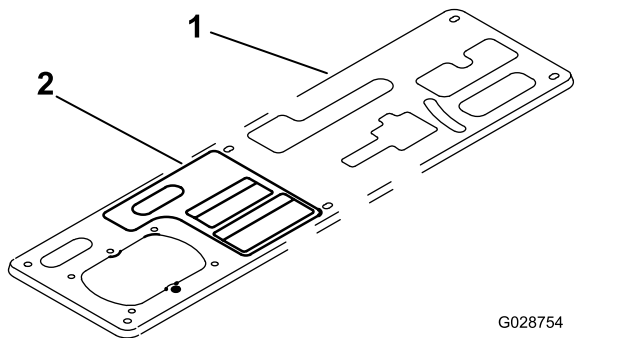

Рисунок 15
- Очистите плоскую крышку пульта и прикрепите рабочую наклейку на пульт рядом с рычагом механизма отбора мощности, эта наклейка должна быть расположена так, как показано на Рисунок 15.